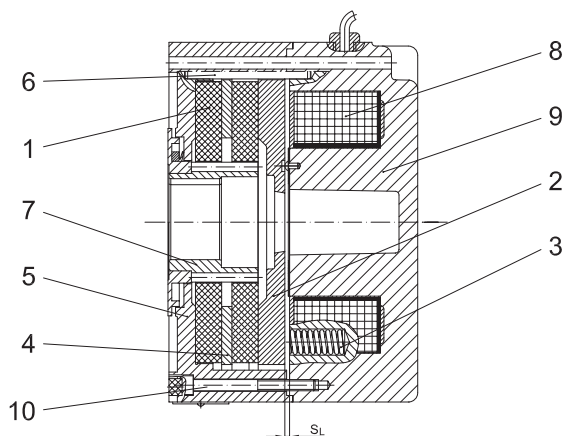

Рис. 1. Пружинный тормоз с промежуточной пластиной серии Z.
- 3 Принцип действия** Принцип действия изображен на рис. 1 на примере однодискового пружинного тормоза (серия Z..).
На основе изображенных на рис. 1 вариантов исполнения все тормоза могут быть оснащены следующим дополнительным оборудованием:
В случае последующего монтажа поводок (7 на рис. 1) нагревается до 80°C и надевается на удлиненный вал ротора.